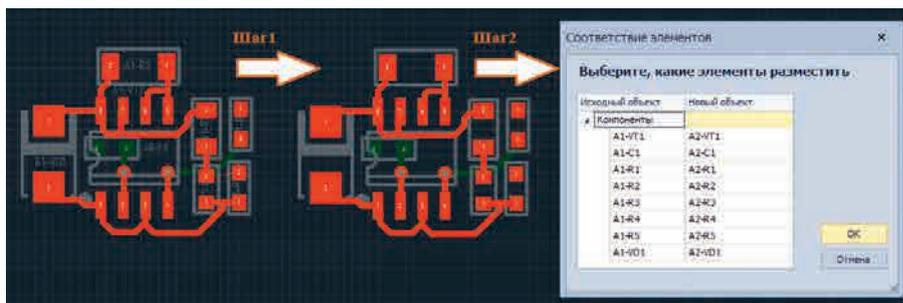

Рис. 8. Копирование группы компонентов
2. Предложить пользователю назначить/подтвердить соответствие «исходный компонент – новый компонент» (см. рис. 8).
Новый функционал позволяет полностью копировать однотипные блоки (усилительные каскады, фильтры, развязывающие узлы и пр.). Для этого инженеру-конструктору достаточно один раз расположить компоненты одного канала, сделать его трассировку, а затем скопировать его и разместить в свободном пространстве на плате. Завершающим шагом копирования будет проверка и подтверждение варианта соответствия, предложенного системой (см. рис. 8).